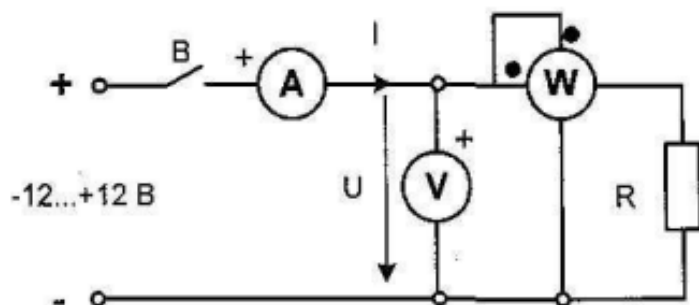

Рис.1.1 Принципиальная схема
2. Соберите цепь в соответствии с принципиальной схемой (рис.1.1) и монтажной схемой